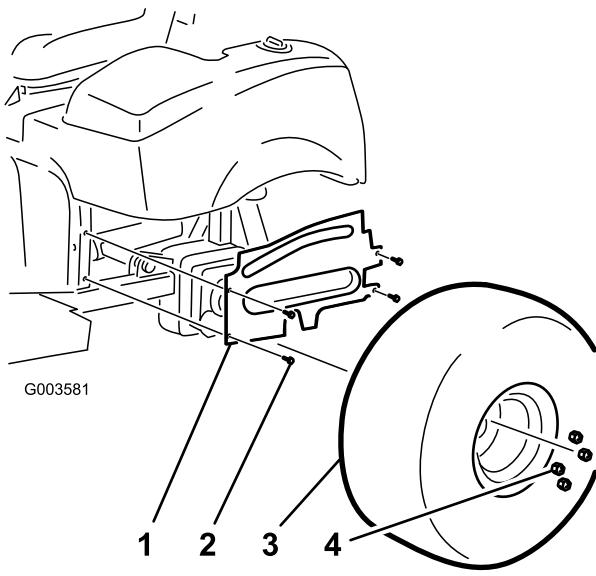

Bild 1
3. Nehmen Sie die Bundkopschrauben ab, mit denen das Abdeckblech des linken Rades am Rahmen befestigt ist (Bild 1). Nehmen Sie das Abdeckblech ab und bewahren Sie es auf.